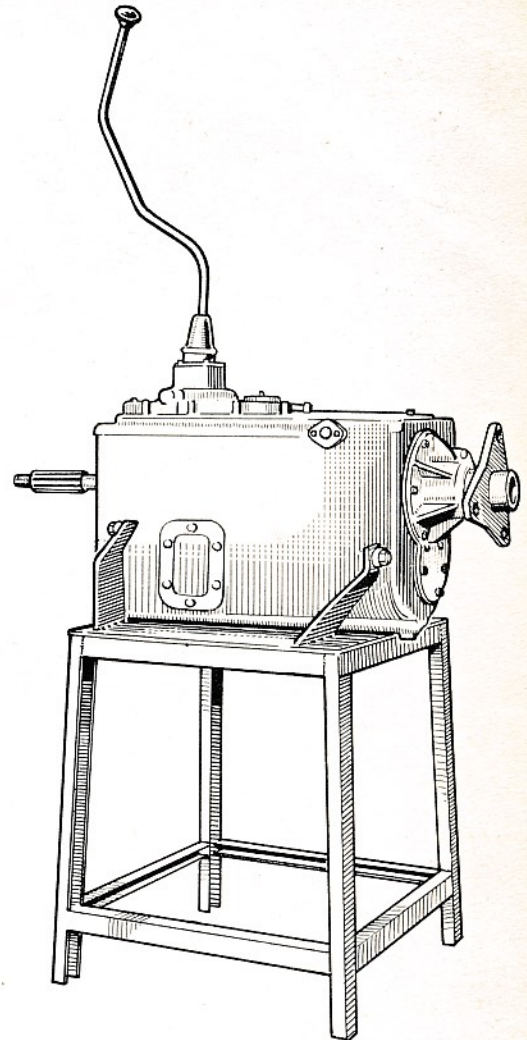

Fig. 1
- 1 - Monter et fixer la boîte sur le support OUT.01.2 (fig. 1).